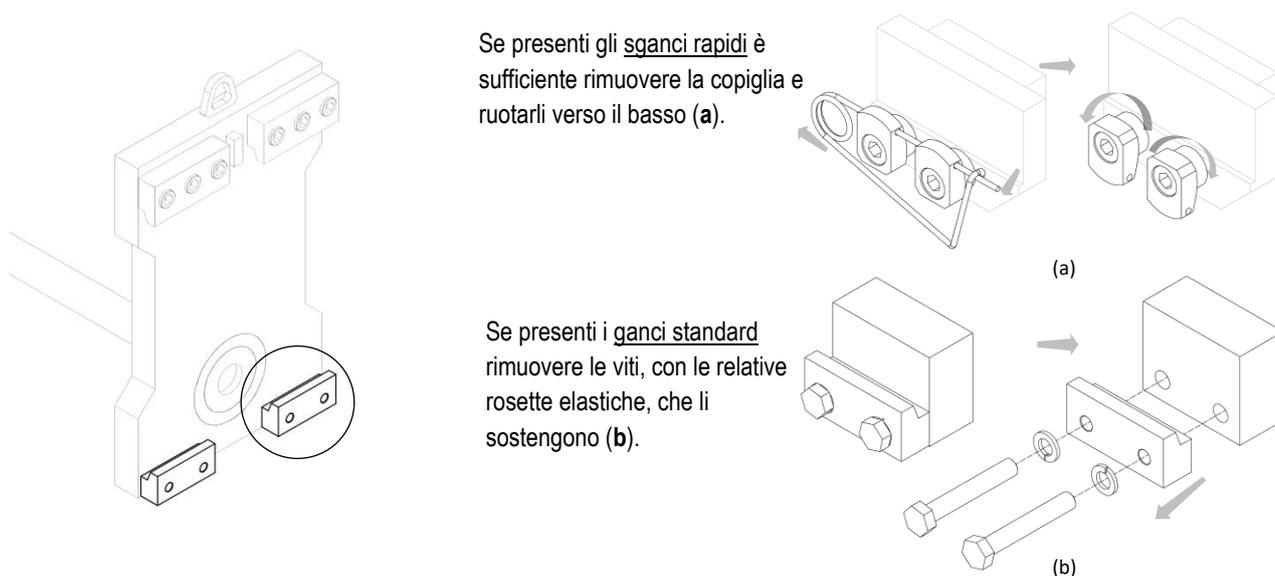

Figura 2
3. Rimuovere i ganci inferiori dall'attrezzatura (vedi Figura 2).